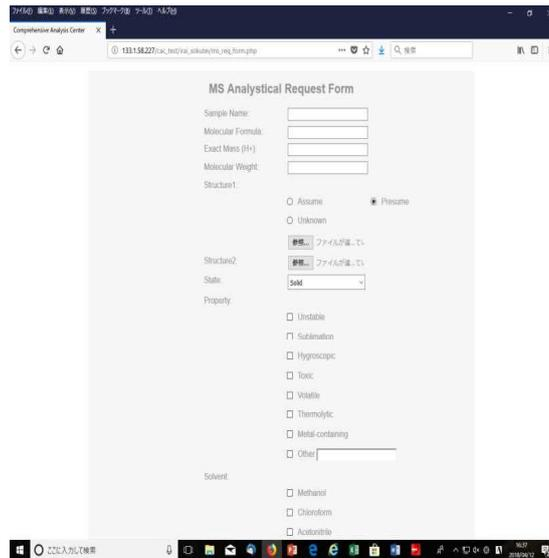

図10
- ② 試料に関する情報を入力して、「REQUEST」をクリックします（図10）。